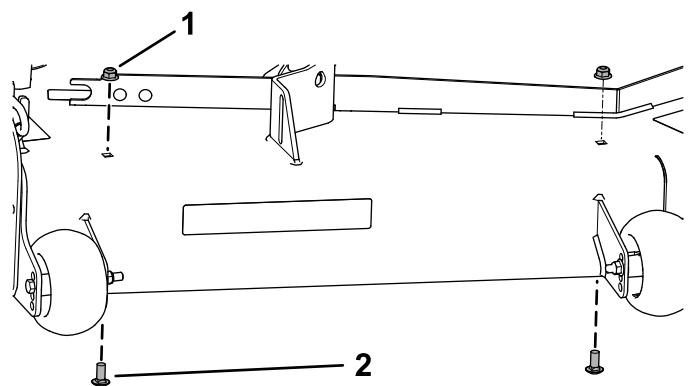

Figura 34
1. Rimuovete i 2 dadi flangiati preesistenti (3/8") e i 2 bulloni a testa tonda (3/8" x 7/8") dal piatto di taglio (Figura 34).